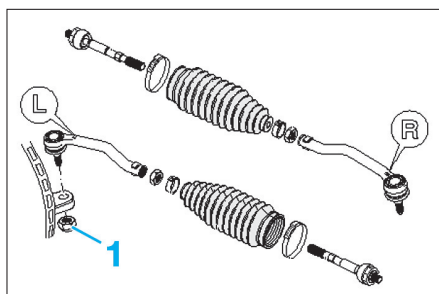

Fig. 10
• Dévisser l'écrou (1) de fixation de la rotule de direction (Fig.10)